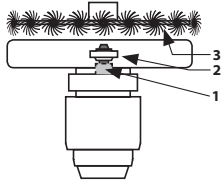

Abb. 13C
• Winkelschleifer für Scheibendurchmesser 115 mm oder 125 mm können für Topfbürsten mit Durchmesser 65 mm eingesetzt werden. Topfbürsten mit größerem Durchmesser sind zu schwer für diese Winkelschleifer, wodurch hohe Schwingungen entstehen, die den Schleifer beschädigen. Topfdrahtbürsten mit Durchmesser 75 oder 80 mm sind für die Scheiben mit Durchmesser 150 mm und Topfdrahtbürsten mit Durchmesser 100 mm sind für die Winkelschleifer für Scheiben mit Durchmesser 230 mm bestimmt. Der maximal zulässige Durchmesser der Bürstenscheibe für 115-mm-Winkelschleifer beträgt 100 mm. Bei 125-mm-Winkelschleifern 115 mm und bei größeren Winkelschleifern 125 mm. Setzen Sie die Radialbürste (Abb. 13c) für die Spindel der Schleifmaschine 1 auf die untere Scheibe 2 in der Ausrichtung gemäß Abb. 13c, d. h. mit der Bürstenmutter nach oben, und ziehen Sie sie dann mit dem Montageschlüssel richtig fest. Die Drähte der Bürste dürfen die Schutzabdeckung nicht berühren und gleichzeitig darf die Bürste nicht über die Schutzabdeckung hinausragen, um den Schutz des Benutzers zu gewährleisten. Ohne die untere Unterlegscheibe (2) berühren die Bürstendrähte die Schutzabdeckung, was nicht zulässig ist.